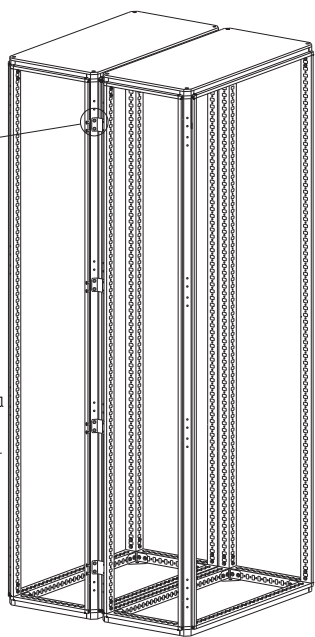

Рисунок 69
– вариант 2. (Установка каркасов «с боку») Закрепите пластины на нужной высоте к стойкам каркасов винтами М6×12 (рисунок 69). Момент затяжки – 7 Н·м.